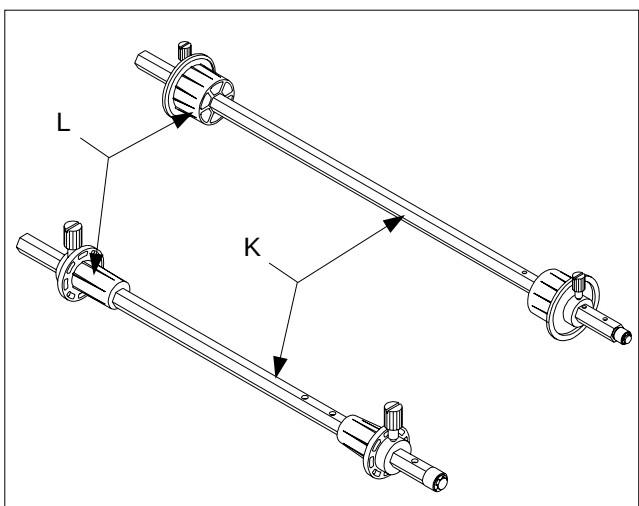

Fig. 6
K. FILM SHAFT: The film shaft holds the film supply on the machine, (Figure 6).
L. LOCKING CORE ADAPTORS: Hold and lock the rolls of film on the shafts to prevent side to side shifting, (Figure 6).
K. FOLIENWELLE: Hält die Folienuzufuhr auf dem Gerät (Abb. 6).
L. SICHERUNGSDAPTER: Damit werden die Folienspulen auf den Wellen gehalten und gesichert und ein seitliches Verschieben vermieden (Abb. 6).
K. FILMKOKER: De filmkoker houdt de filmvoorraad vast in de machine (zie afb. 6).
L. VERGRENDEL-KERNADAPTERS: Houden de filmrollen vast en vergrendelen ze op de filmkoker om zijwaarts verschuiven te voorkomen (zie afb. 6).
K. AXE: l'axe maintient la bobine de film et les mandrins permettent de maintenir les bobines de film sur la machine (Figure 6).
L. ADAPTATEURS DE FIXATION: Tenez et fixez les rouleaux de film sur les axes afin d'éviter que ces derniers ne glissent d'un côté ou de l'autre (Figure 6).